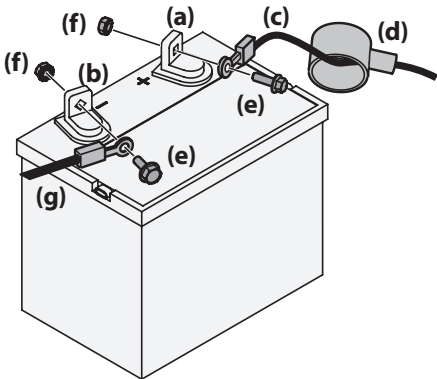

Figure 2-20
- 2. Retirez le protecteur en plastique rouge (d), si équipé, de la borne positive (a) et branchez le câble rouge (c) à la borne positive (a) avec un boulon (e) et un écrou hexagonal (f). Voir Figure 2-20.
- 4. Branchez le câble noir (g) à la borne négative (b) de la batterie avec un boulon (e) et un écrou hexagonal (f). Voir Figure 2-20.